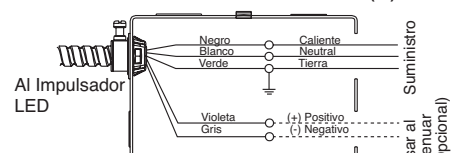

Figura 3
Paso 5. Conecte los cables de suministro a los cables del borde de retroadaptación (Vea la Figura 3).